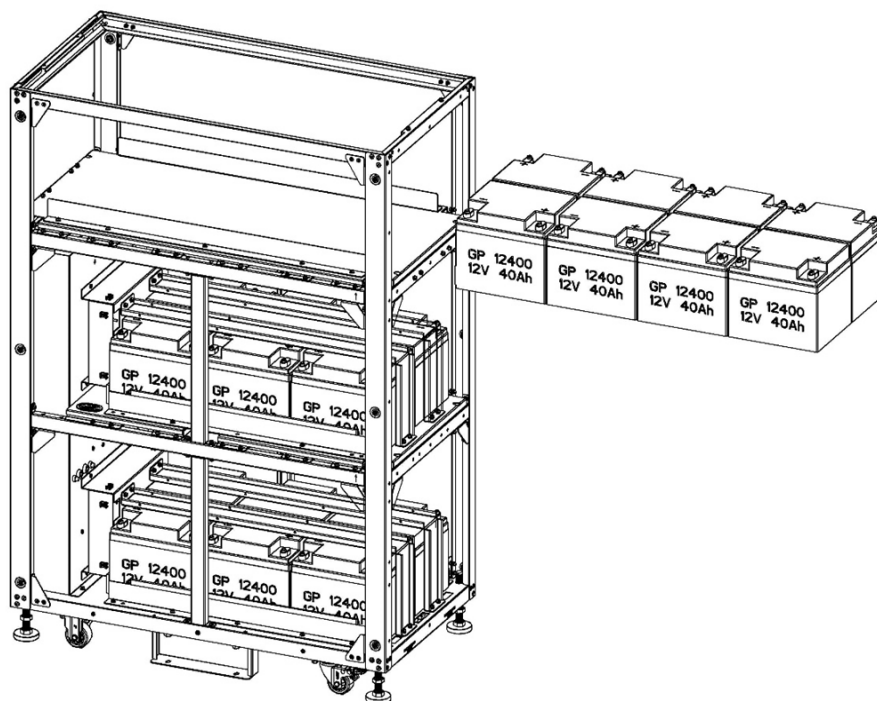

Figure 5-38
7. Réinstaller les supports de rétention et les vis des batteries de la couche 2 (Figure 5-38).
8. Installer 8 modules de batteries dans la couche 3 (Figure 5-38).